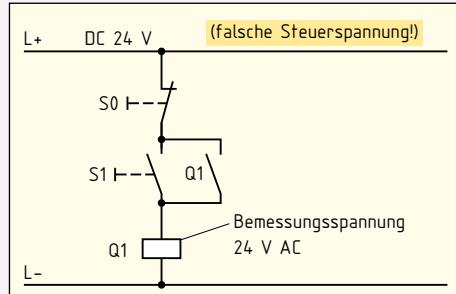

Bild 3: Schützsteuerung
3. An eine Schützspule Q1 mit der Steuerspannung AC 24 V wurde versehentlich DC 24 V angeschlossen (Bild 3). Nach Inbetriebnahme der Steuerschaltung brannte die Schützspule durch. Erklären Sie, warum die Schützspule durchbrannte.